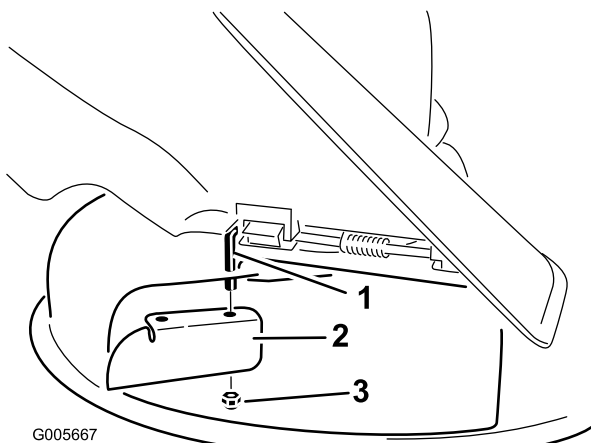

Figure 29
6. Montez le déflecteur d'ouverture sur la tige de pivot exposée (Figure 29). Utilisez l'écrou mince (3/8 pouce) existant pour fixer le déflecteur au plateau de coupe.